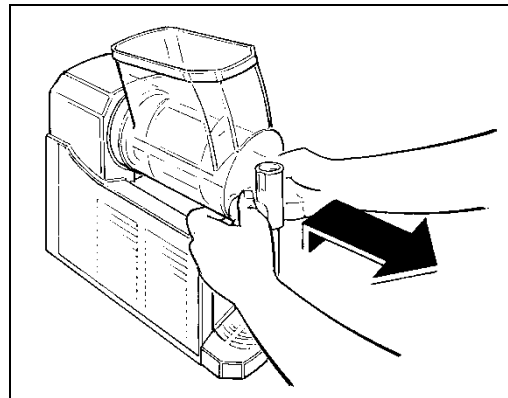

Fig. 6
- **S**aisir le bac, comme illustré sur la figure 6, le déplacer légèrement vers le haut pour le dégager de son logement et le tirer vers l'extérieur.